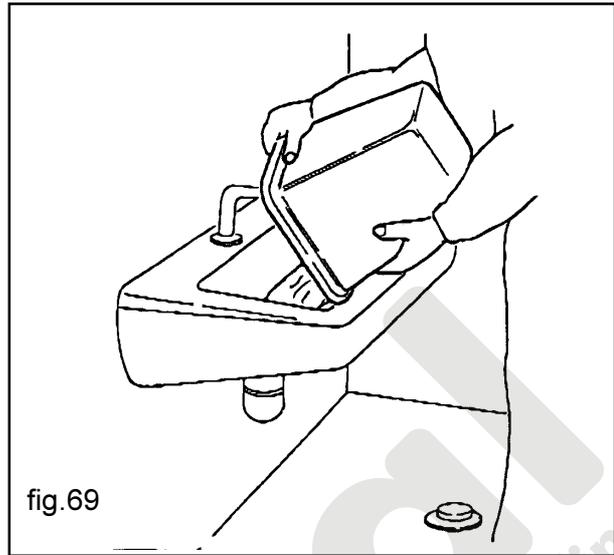

fig.69
- sacar el cubo de marro líquidos para limpiarlo y/o sustituirlo (fig. 69)